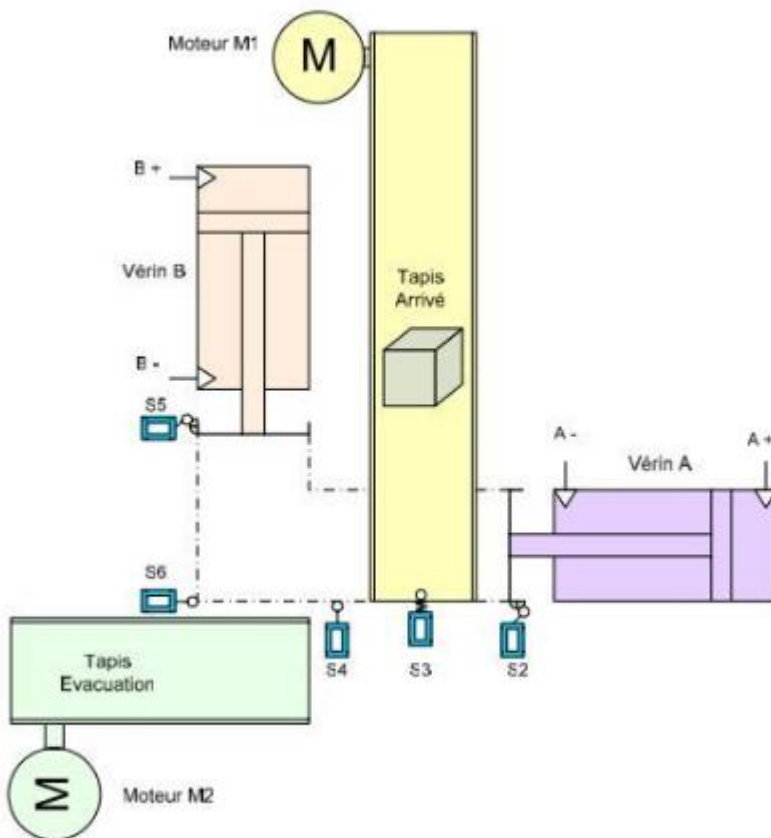

Figure 02
On se propose d'étudier le poste de transfert représenté sur la figure 02. Une goulotte l'alimente par gravité. Le vérin (A) place les pièces à un rythme régulier sur le plateau P. Le rythme est réglé par les étranglements placés sur les orifices d'échappement du distributeur à double pilotage (A+ et A-) : une modification du réglage de ces étranglements entraîne une modification de la vitesse de la tige du vérin (A) et donc une modification de la durée d'un cycle. Le vérin (B), commandé par le distributeur à double pilotage (B+ et B-) pousse la pièce sur le tapis (T) dès que le vérin (A) a repris sa position de repos.